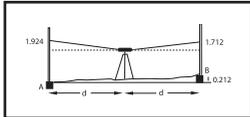

Fig.10
- Installez le niveau sur le trépied à mi-distance entre deux mires de nivellement espacées d'environ 39 m à 50 m (Fig. 10). Centrez la bulle d'air.